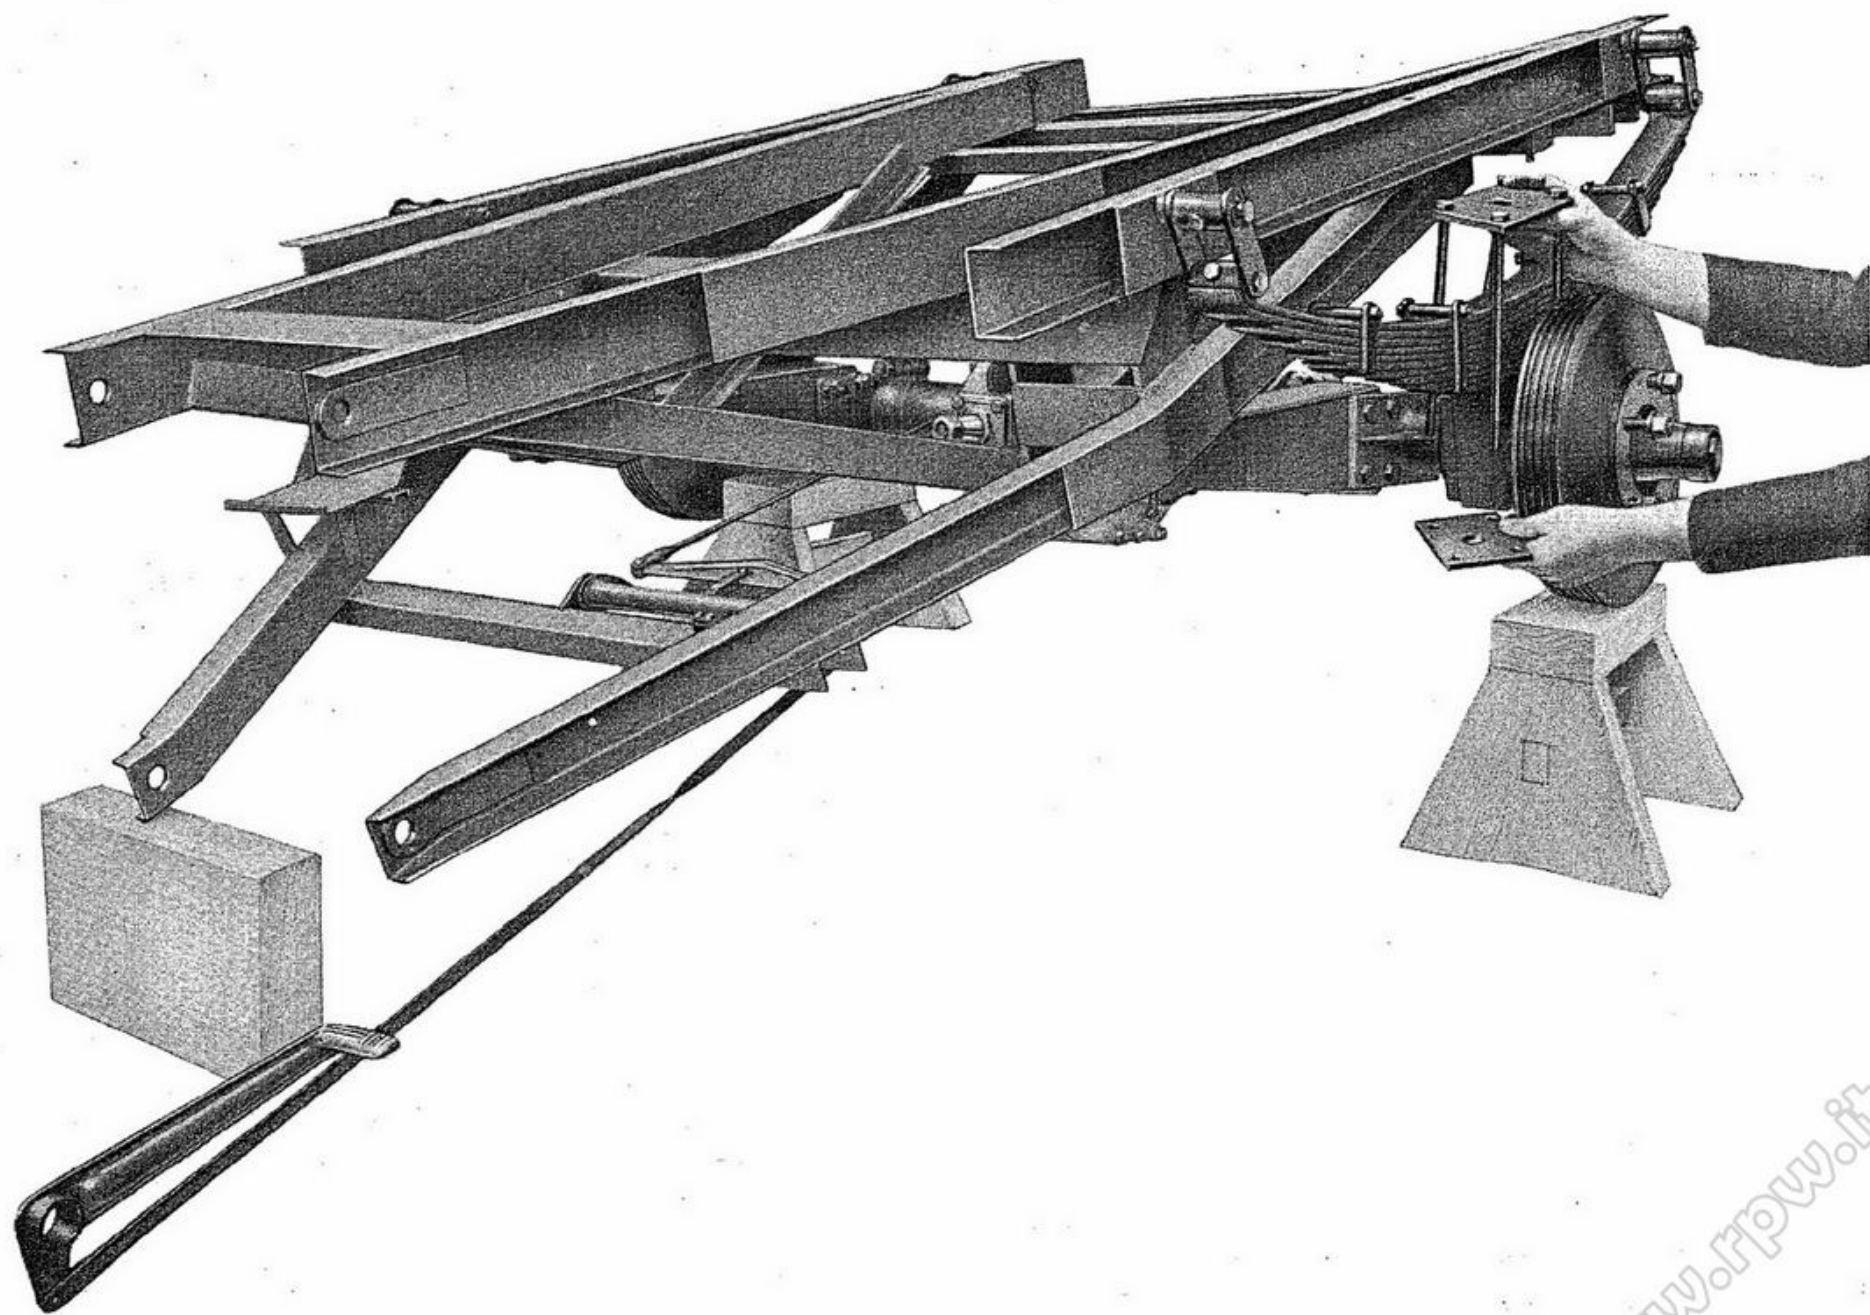

Fig. 36 - Come si stacca il ponte differenziale dalle molle a balestra
- otto bulloni per fissaggio molle a balestra colle rispettive piastre superiori e inferiori (vedere fig. 36), svitare i dadi e sfilare i perni che attaccano al telaio le travi oscillanti del ponte differenziale;